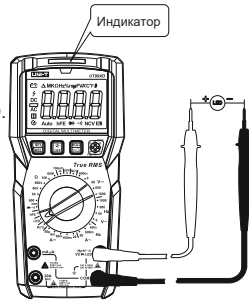

Рис. 14
9.12 Проверка светодиодов (рис. 14) (для UT89XD)